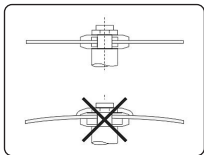

Figura 1
- Los discos de corte de centro plano deben montarse en bridas con diámetros y áreas de contacto idénticos. El diámetro mínimo de las bridas debe ser $1/4$ del diámetro del disco (Figura 1).